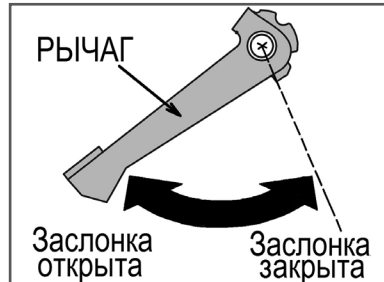

Рис. 9 Рычаг управления воздушной заслонкой (вид сверху)
3. Закройте воздушную заслонку карбюратора. Для этого переведите рычаг управления воздушной заслонкой в крайнее правое положение (Рис. 9).